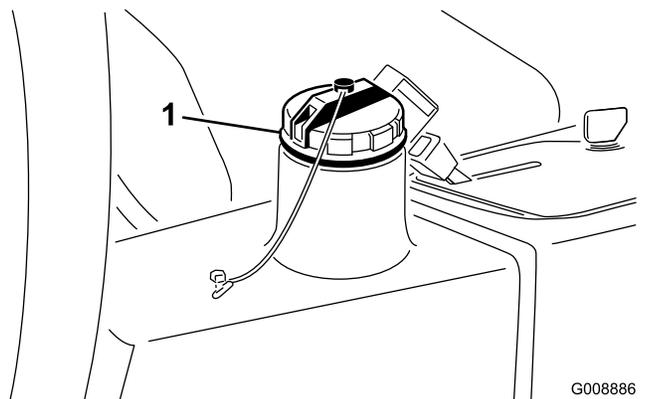

图75
4. 向液压油箱图75注入约 13.2L 液压油请参阅 检查液压系统 (页码 24)。